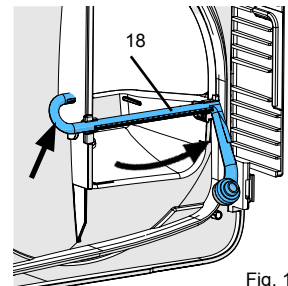

Fig. 11
- Skru sprøjterøret (18) ned og ud på den bøjede side (fig. 11).